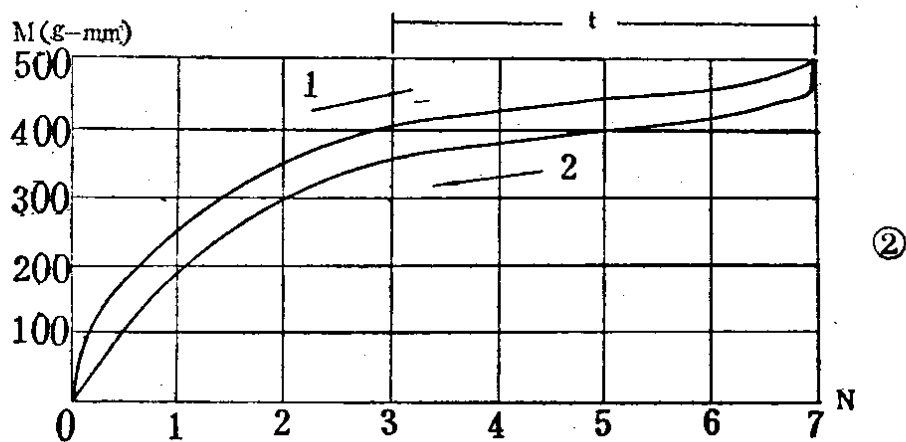

图 1—5 发条力矩曲线比较图
例如，有二种不同的发条力矩曲线，进行对比分析，第一种是不良的曲线变动（图1—5①），第二种是良好的曲线变动（图1—5②）